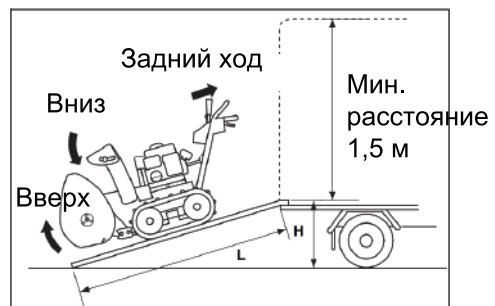

Рис. 36
2. Модели гусеничного типа: Поднимите снегоуборщик на погрузочную рампу. (Рис. 36)